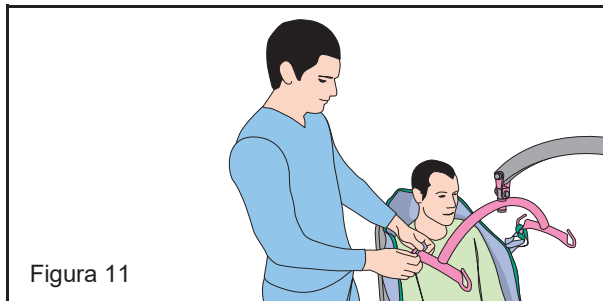

Figura 11
5. Una vez que la grúa *Minstrel* esté en la posición correcta, amarre las cintas de los hombros a los puntos de sujeción del bastidor. Utilice las cintas que se adapten mejor a la complexión del paciente. Asegúrese de que las cintas de los hombros izquierdo y derecho sean del mismo color. El bastidor puede inclinarse hacia atrás y hacia delante para facilitar la sujeción del sling (véase la figura 11).